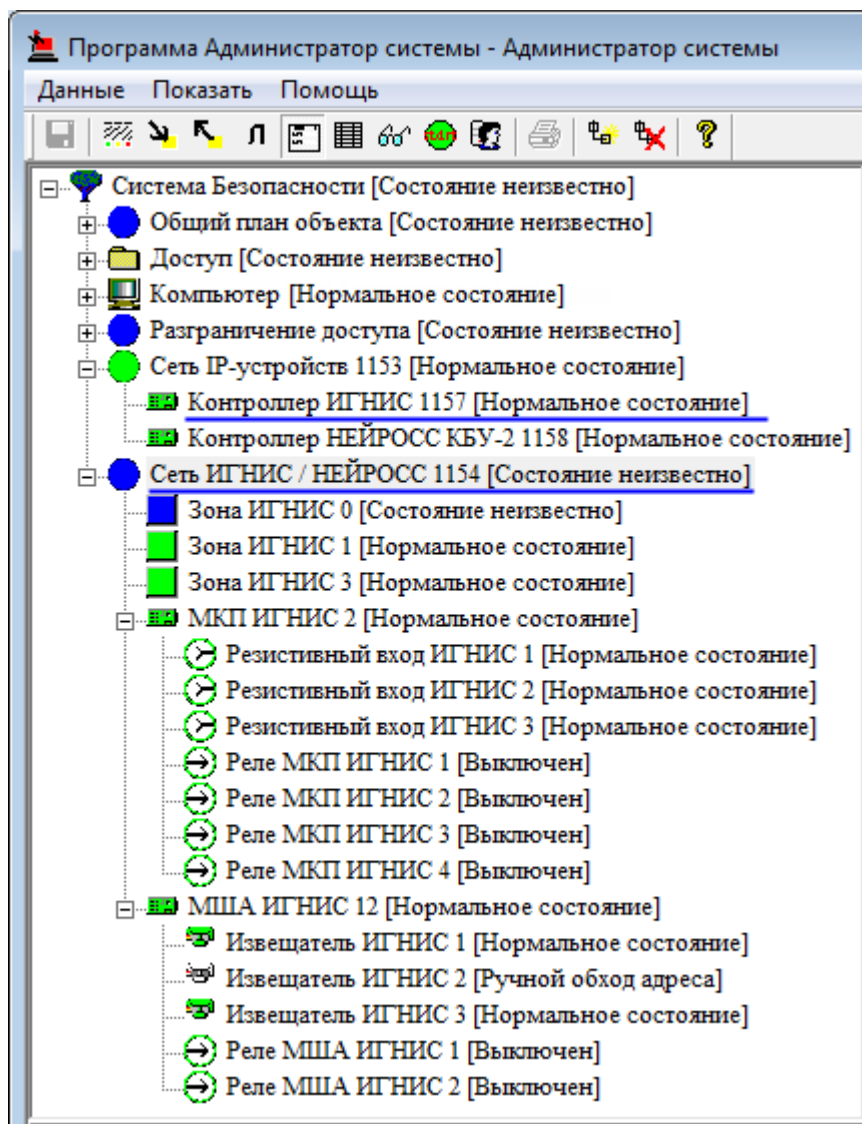

Рисунок 1 — Сеть ИГНИС/НЕЙРОСС. Дерево элементов
7. Вычитайте конфигурацию **Контроллера ААКПС «Игнис»** с помощью команды **Вычитать конфигурацию** контекстного меню элемента **Контроллер ИГНИС** (см. раздел Вычитывание конфигурации). В дерево элемента **Сеть ИГНИС / НЕЙРОСС** добавятся все сконфигурированные в контроллере элементы (пожарные зоны, модули МША, пожарные извещатели, модули МКП и др.) (рисунок 1).